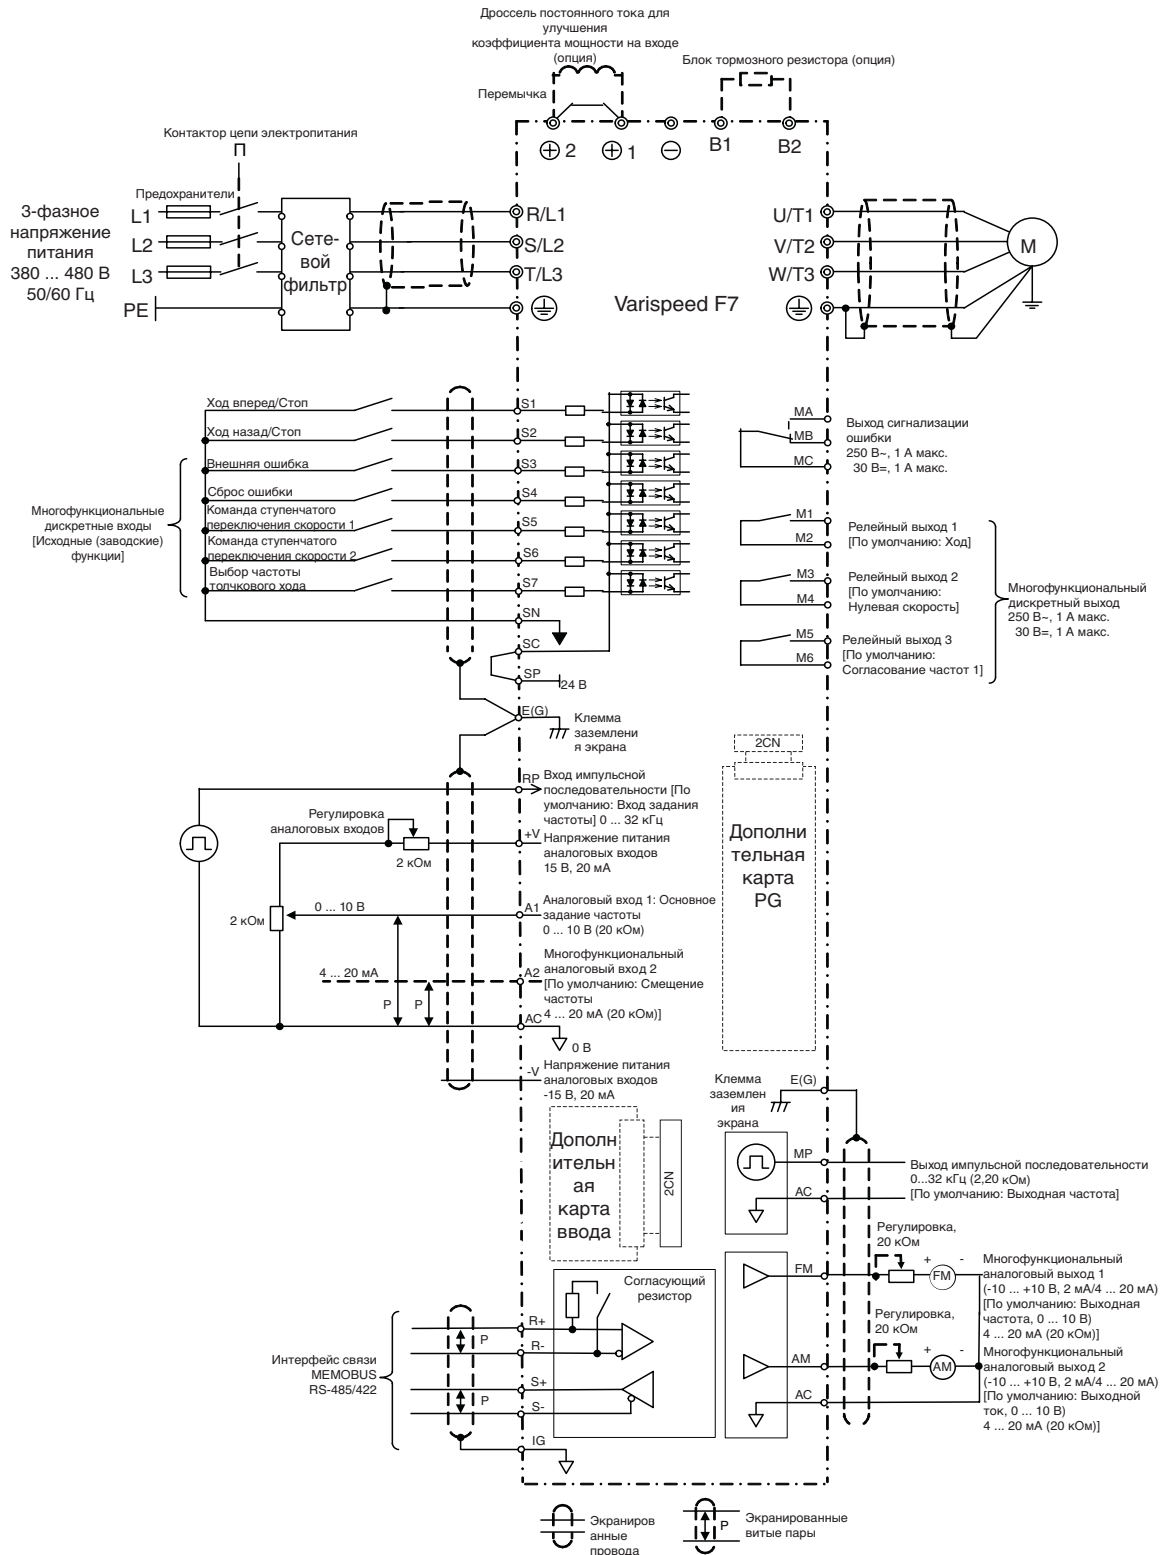

Рис. 4 Схема подключения инвертора
- Подключение цепей дискретных входов S1 ... S7 на *Рис. 4* показано для случая, когда источником сигналов являются механические контакты или транзисторы NPN-типа (общий 0 В, отрицательная логика). Такая схема выбрана по умолчанию. Подключение транзисторов PNP-типа и использование внешнего источника питания 24 В описано в *Таблица 3*.